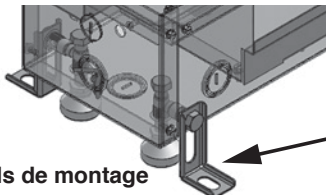

Figure 11C : Pieds de montage
9. Retirez les pieds coulissants et les quincaillerie du kit de pièces - placez les pieds de montage dans la boîte du chauffage sans les ajuster. Voir figure 11C.
11. Ajustez les pieds coulissants au aligné de la marque du sous-plancher et des emplacements des trous. Voir figure 11C.